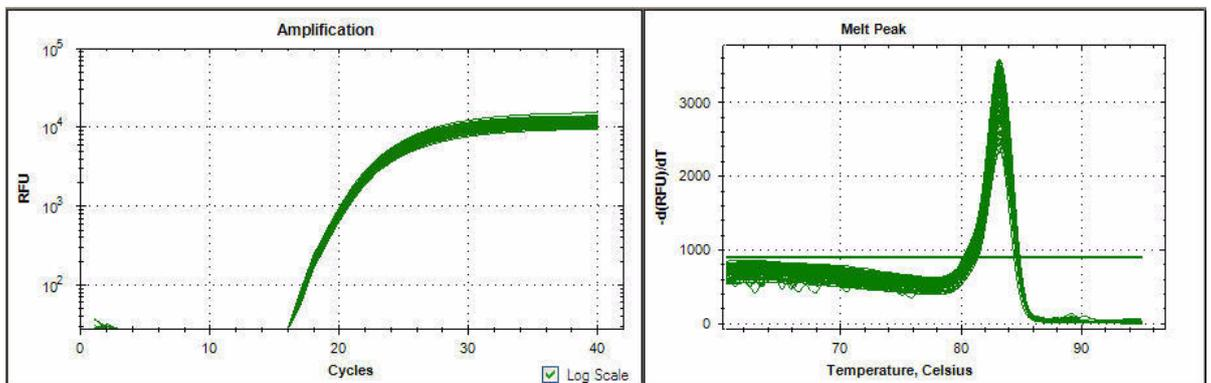

Рисунок 6. Данные калибровки плавления.
15. Когда программа завершена, файл данных автоматически будет показан программой CFX Manager. Удостоверьтесь, что во всех лунках наблюдается схожая амплификация и единственный пик плавления (Рисунок 6).